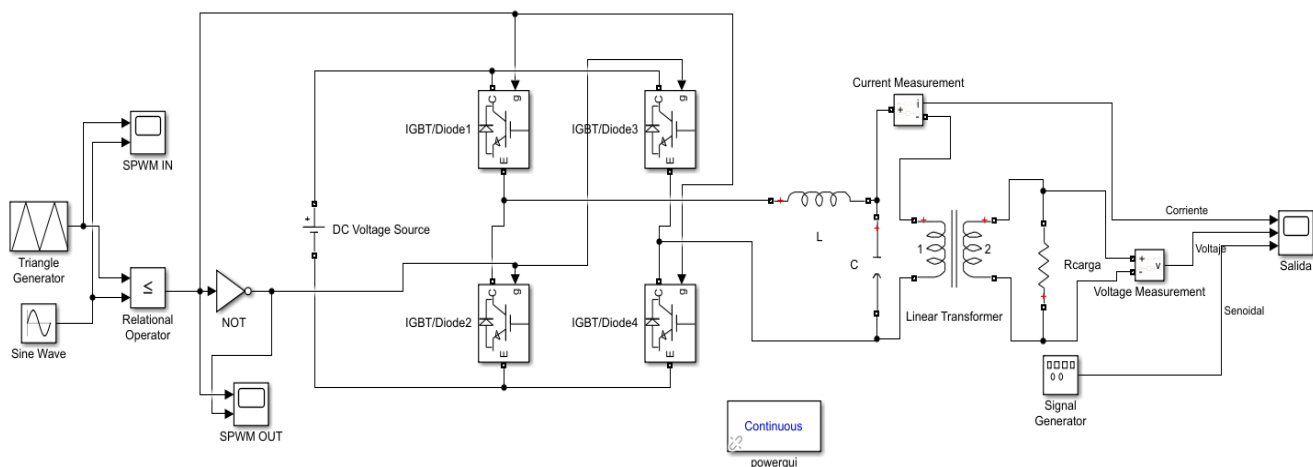

Fig. 95. Diagrama de un inversor con un transformador reductor.
3. Agregue un bloque *Linear Transformer* después del filtro LC y antes del bloque *Rcarga*, así como se muestra en la **Fig. 95**.